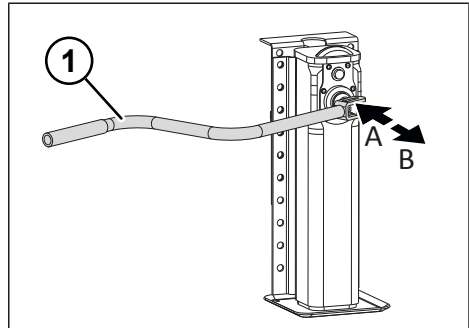

Fig. 5-5: Treptele de sarcină și rapidă a picioarelor de susținere posterioare
- ▶ Cuplați treapta rapidă prin tragerea manivelei spre exterior (vezi "Fig. 5-5: Treptele de sarcină și rapidă a picioarelor de susținere posterioare", pag. 30).
- ▶ Cuplați treapta de sarcină prin apăsarea manivelei în interior (vezi "Fig. 5-5: Treptele de sarcină și rapidă a picioarelor de susținere posterioare", pag. 30).